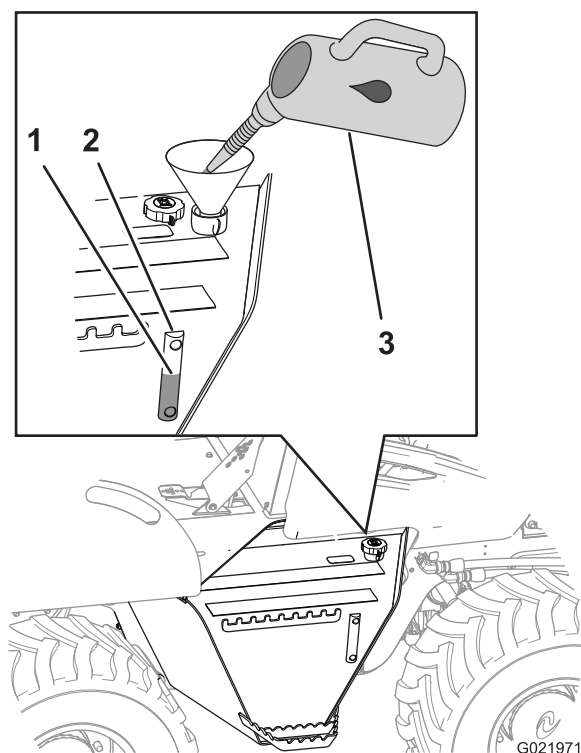

Рисунок 94
1. Заполните бак гидросистемы гидравлической жидкостью указанного типа так, чтобы ее уровень находился посередине визуального указателя (Рисунок 94).
3. Установите крышку/сапун (Рисунок 94).